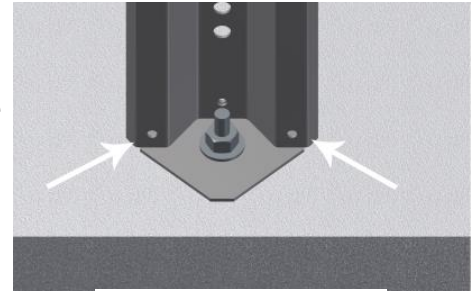

Figura 1: Retirar los pernos de la pierna del silo
1. Retire todos los pernos que conectan la pierna con la almohadilla del pie. Afloje el perno de anclaje original pero déjelo intacto en la almohadilla del pie. La almohadilla de pie puede y debe ser removida si está atando o interfiriendo con el levantamiento de la pierna. (Figura 1)